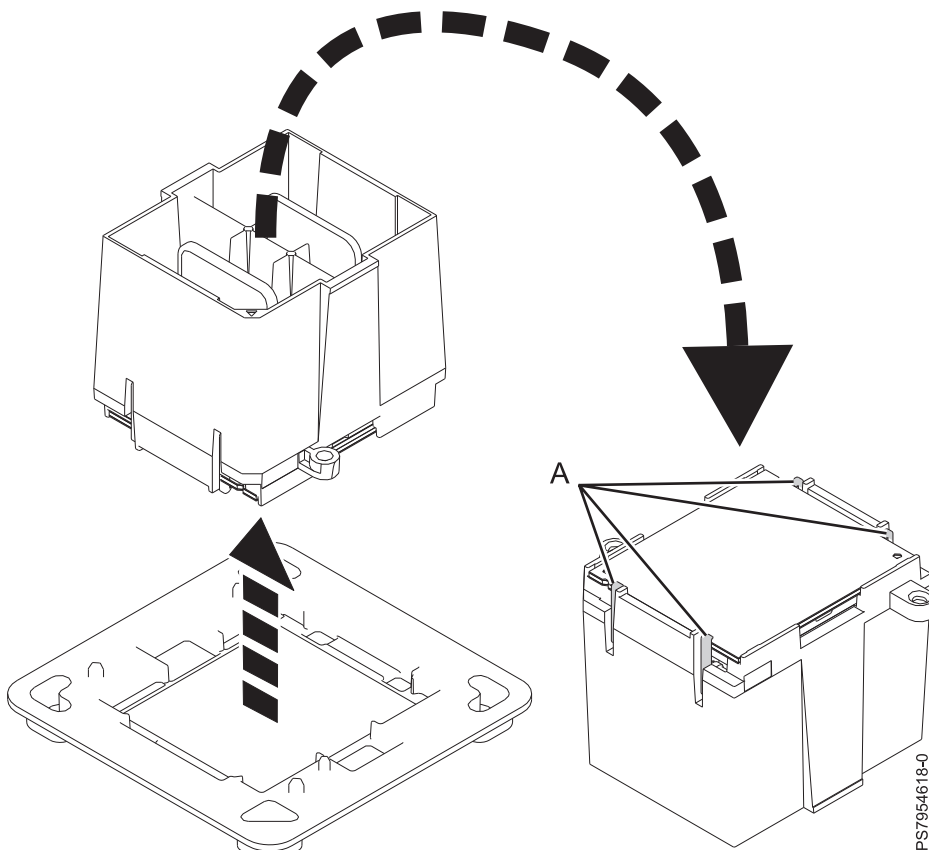

図 41. マイクロプロセッサ取り付けの準備
- 4 つすべてのかみ合わせ部分 (A) がマイクロプロセッサとしっかりかみ合っていることを確認します (図 41 を参照)。